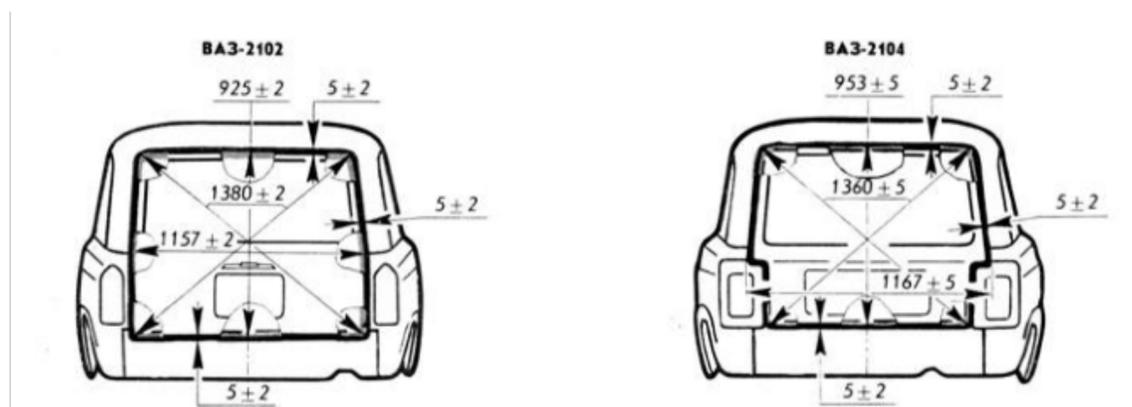

Рис. 6. Размеры проемов и зазоры сопрягаемых деталей кузова автомобилей моделей VAZ-2101 - 2107
1. Определение диагональных размеров проемов передних и задних дверей. Размеры должны соответствовать нормам, приведенным на рис. 6 - 9 и в таблице 1.